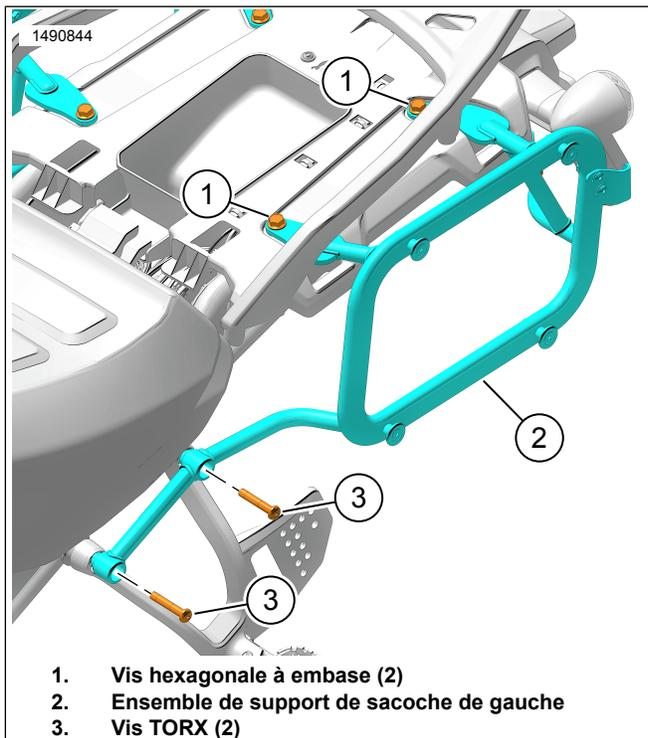
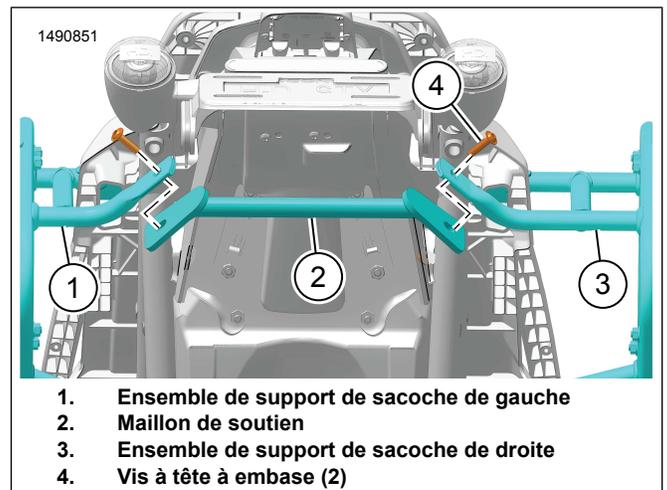

Figure 3. Ensemble de support de sacoche
Figure 4. Maillon de soutien
1. Voir la Figure 3. Positionner l'appui-pied du passager et installer l'ensemble de montage de la sacoche gauche (2).
4. Voir la Figure 4. Installer le maillon de support (2).
5. Installer les vis (4). Ne pas serrer complètement.
7. Voir la Figure 3. Serrer les vis.
- a. Vis hexagonale à embase (1) :
8. Voir la Figure 4. Serrer la vis à tête à embase (4).